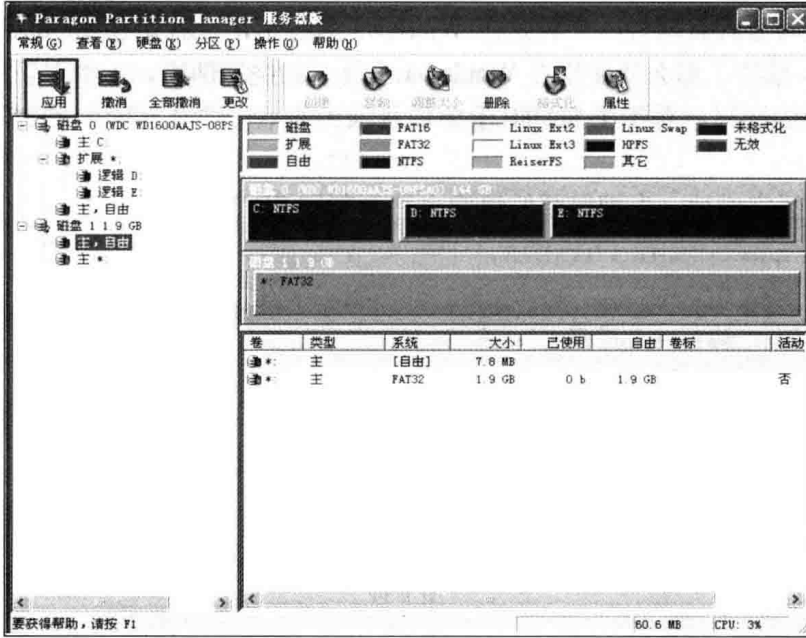
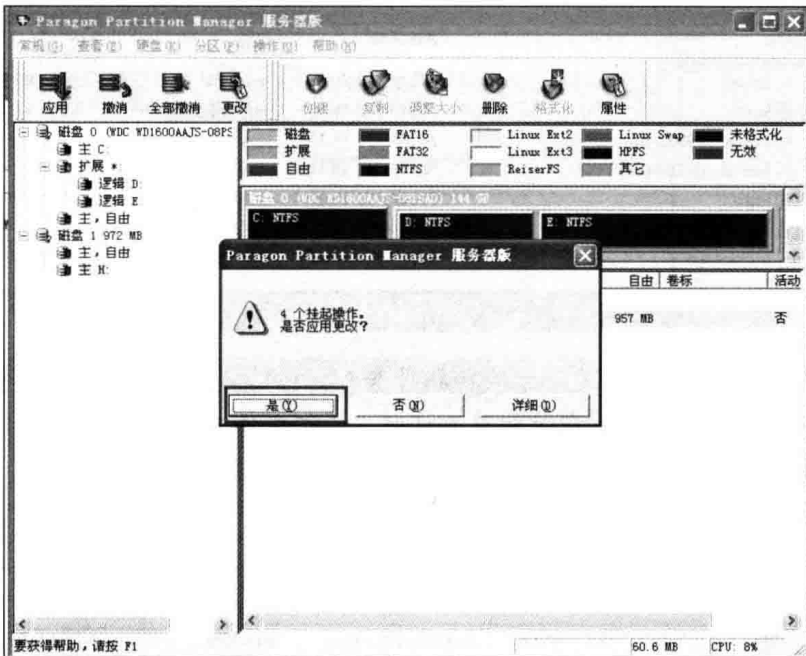

图 1-8
图 1-9
(6) 确定 SD 卡盘符后, 单击工具栏上的“应用”按钮, 执行所有修改, 如图 1-8 所示。在弹出的警告对话框中单击“是”按钮, 如图 1-9 所示。